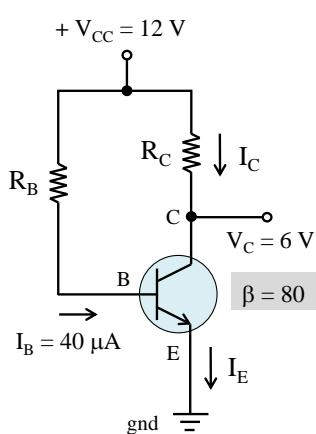

Figura 3.
**Questão 5** – Para o TJB da Figura 3, pede-se calcular: